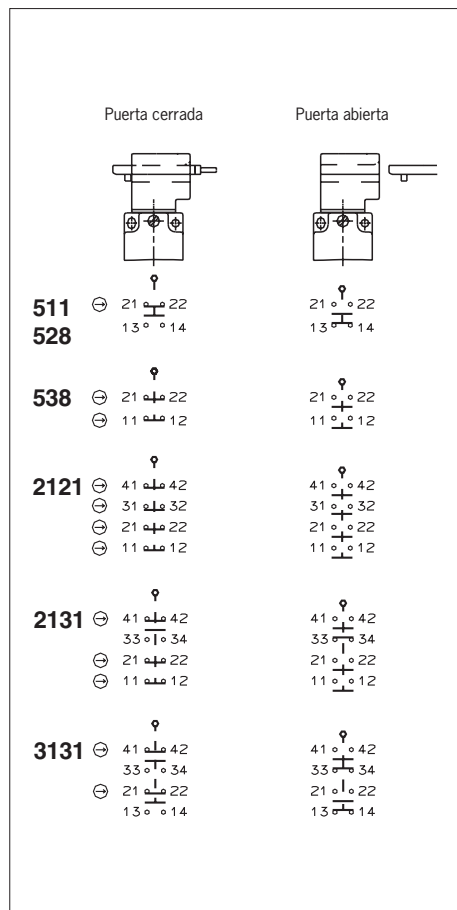

Fig. 2: Elementos interruptores y funciones de conmutación
Debe usarse como mínimo un contacto ⊖. Este señala el estado del bloqueo (para la asignación de contactos, consulte la Fig. 2).
2. Apriete las conexiones y los bornes con 0,5 Nm (para la asignación de contactos, consulte la Fig. 2).